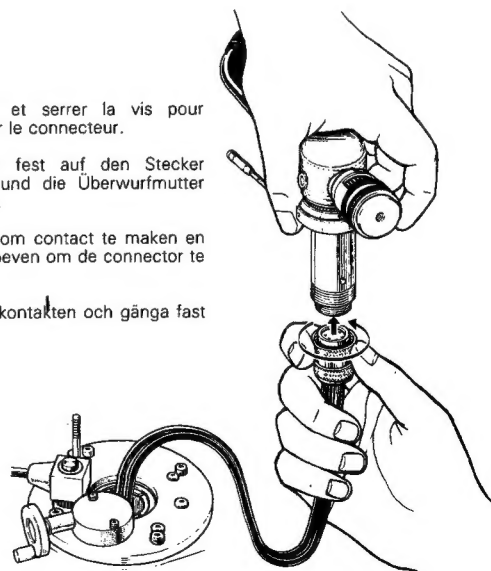

Fig. 6
1. Passer le câble audio fourni avec l'appareil à travers le trou du socle et relier le câble au bras. Le connecteur du câble audio étant de type à verrouillage par vis, serrer la vis pour verrouiller le connecteur (Fig. 6).
1. Die Kupplung am einen Ende des mitgelieferten Nf-Anschlußkabels von unten her durch die Bodenplatte des Tonarmlagers führen und mit dem Stecker im Innern der Tonarm-Führungshülse verbinden, wie Fig. 6 zeigt.
1. Trä den fasta signalkabeln genom hålet i tonarmsbasen och koppla kabeln till tonarmen. Kontakten har skruvlåsning; gänga fast kontakten så som visas på bild 6.